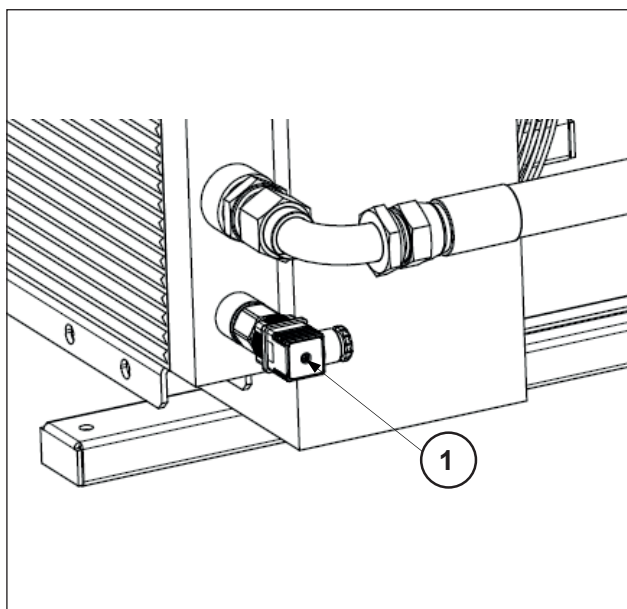

Fig. 16
3. Raccorder ensuite le deuxième tuyau par le biais du coude à 90° au raccord positionné à la sortie de l'échangeur situé sur le côté opposé, en haut de celui-ci (voir Fig. 16). Serrer au couple de 80 Nm.
L'échangeur est équipé d'un thermostat qui se déclenche à 50 °C et commande le déclenchement du ventilateur (rep.1 Fig. 16)